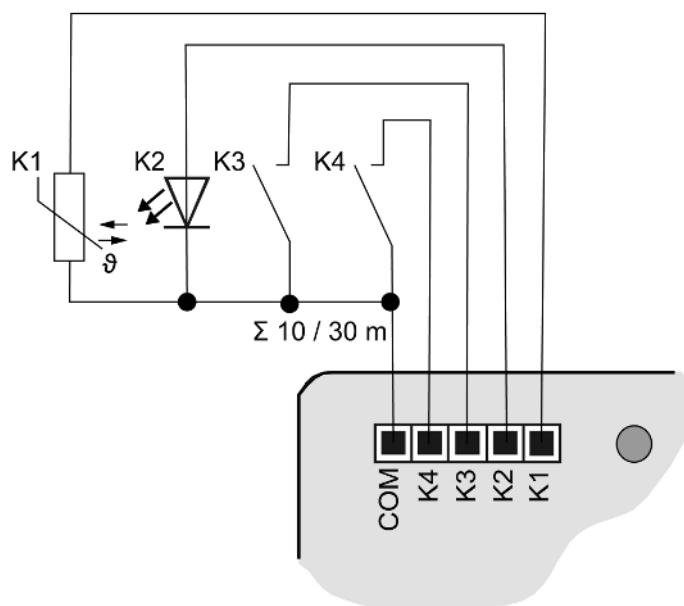
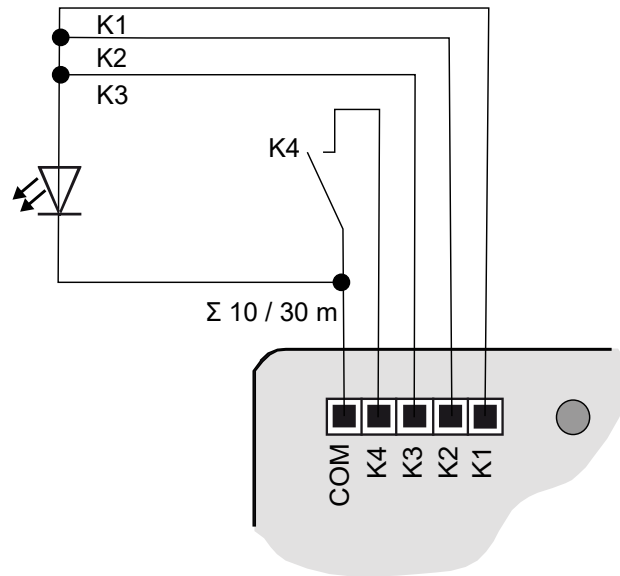

Bild 7: Anslutningsexempel
Bild 8: Anslutningsexempel med parallellkopplade utgångar
- Tillval (endast variant "Comfort") (se kapitel "Tillbehör" ▶ Sidan 26): Återfjädrande knappar, omkopplare, kontakter. Anslut LED eller NTC enligt anslutningsexemplen med hjälp av de medföljande anslutningskablarna. I anslutningsexemplen (och (se bild 8)) visas användningen med utgångar och sensorer.
- Anslut återfjädrande knappar, omkopplare, kontakter, lysdioder eller NTC enligt anslutningsexemplen med de bifogade anslutningskablarna ((se bild 7) och (se bild 8)). I anslutningsexemplen visas användningen med utgångar och sensorer.
Parallellkoppling av utgångar är möjlig, för förbrukare med högre elbehov. I exemplet (se bild 8) K1-K3 är de parallellkopplade.